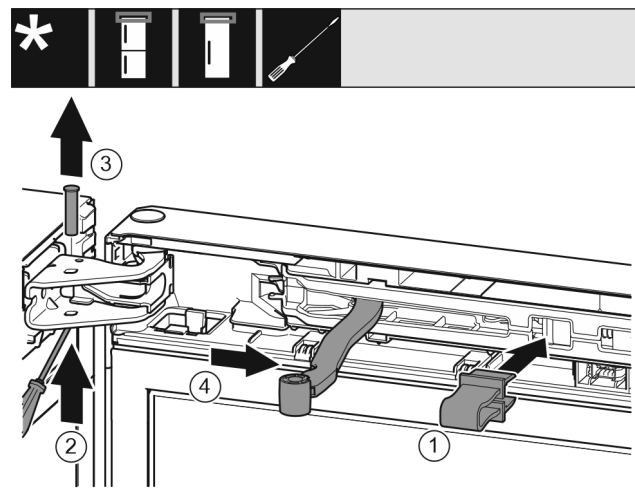

Fig. 9
- ▶ Kapni siguresën në vrimën përkatëse. Fig. 9 (1)
- ▶ Shtyni jashtë bulonin me një kaçavidë. Fig. 9 (2)
- ▶ Nxirri jashtë bulonin duke e ngritur lart. Fig. 9 (3)
- ▶ Rrotulloni menteshën në drejtimin e derës. Fig. 9 (4)